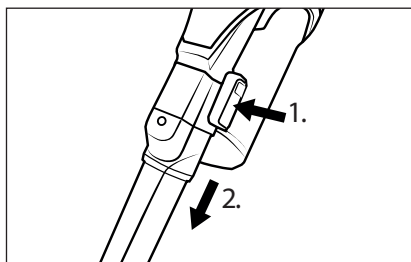

Fig. 15
- ♦ Pour retirer l'accessoire, maintenez la touche de déverrouillage de l'accessoire enfoncée, puis retirez l'accessoire du tube d'aspiration 24 ou de l'orifice d'aspiration de l'appareil (voir fig. 15).